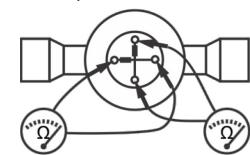

Fig. 5
- Vérification du moteur: Retirer la prise du câble de la vanne. Utiliser un ohmmètre avec une plage de mesure appropriée. Mesurer les résistances par phase sur les connexions opposées selon la. Fig. 5 et vérifier les valeurs indiquées dans le tableau ci-dessous.